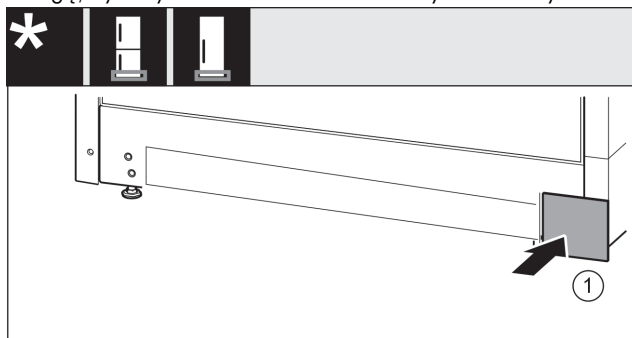

Fig. 49
- Założyć ponownie osłonę Fig. 49 (1) z drugiej strony.